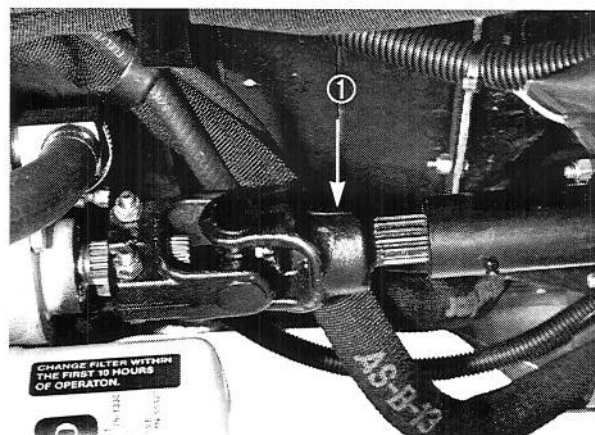

Figure 19
1. Dévisser et déposer les vis à tête qui fixent l'arbre de transmission sur le coupleur de sortie du moteur. Desserrer les vis à tête qui fixent l'arbre sur la transmission (Fig. 19) et le déposer.